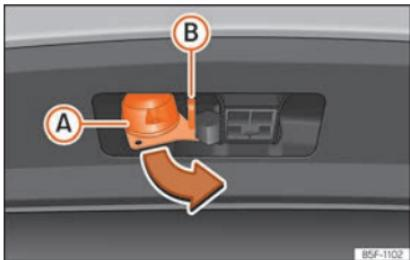

Fig. 190 Girar el conector de 13 contactos
- Agarre el conector por la zona **A** y extráigalo en el sentido de la flecha **»»»** fig. 190.
- Abra la tapa del conector **A** y conecte el remolque **»»»** fig. 190.
- Enganche el cable de retención del remolque en el ojal de seguridad **»»»** fig. 190 **B**. Al engancharlo, el cable de retención debe **combarse** en todas las posiciones del remolque frente al vehículo [curvas pronunciadas, marcha atrás, etc.].